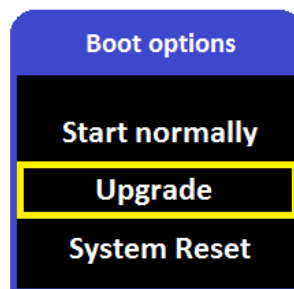

Abbildung 4: Menü zur Möglichkeit der Inbetriebnahme.
2. Die “Pfeil nach unten” – Taste drücken und halten und EMSIS einschalten. Das Menü mit mehreren Möglichkeiten wird angezeigt, so wie es in Abbildung 4 dargestellt wird. Durch Betätigung der “Pfeil nach oben” in “Pfeil nach unten” – Tasten die Option „Upgrade“ (Aufrüsten) wählen und die “Häkchen” – Taste drücken. Danach fängt die Aufrüstung an.